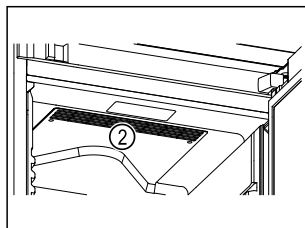

Fig. 60
- ❑ Oslobodite ventilacijske proreze Fig. 60 (2) za ventilator optoćnog zraka u unutrašnjosti.